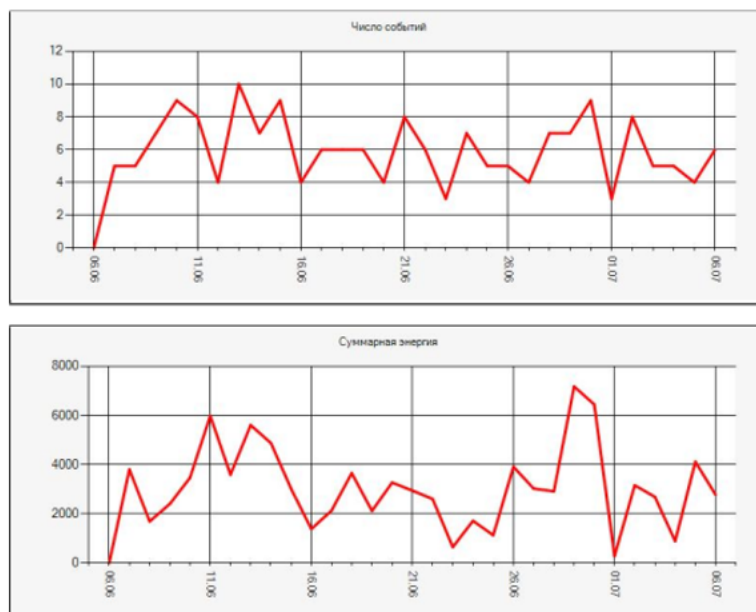

Рисунок 53 – Статистики по событиям
6. Статистики в виде графиков по событиям за последние дни (по умолчанию 30 дней), вида (Рисунок 53).